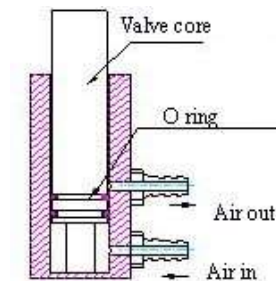

Fig. 11 Valve
- Kendorkan screw pengunci dan lepas tray, keluarkan valve core maka anda dapat menemukan ring karet. (fig.11)